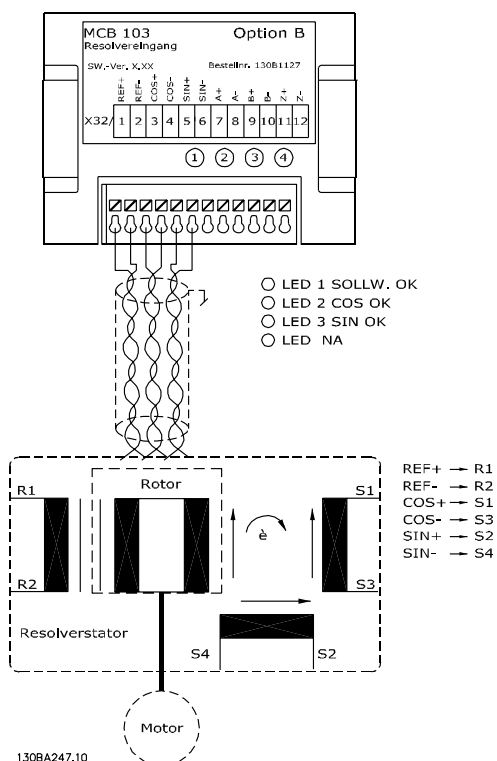

Abbildung 9.7 Resolver-Option MCB 103 mit Permanentmagnet-Motor
In Abbildung 9.7 wird ein Permanentmagnet-Motor (PM) mit Resolver als Drehzahlrückführung verwendet. Ein PM-Motor muss normalerweise im Fluxvektorbetrieb betrieben werden.